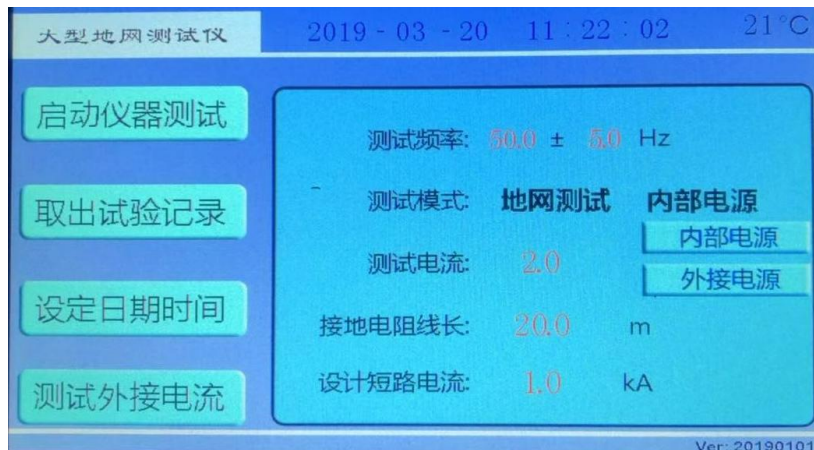

图7 内外电源选择
3) 内部电源：此处为下拉菜单，可以选择 内部电源，外接电源。（图 7）